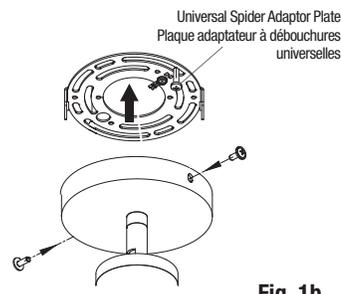

Fig. 1b
4. Retirer la plaque adaptateur à débouchures universelles du luminaire en dévissant les deux vis latérales du pavillon de recouvrement (Fig. 1b).